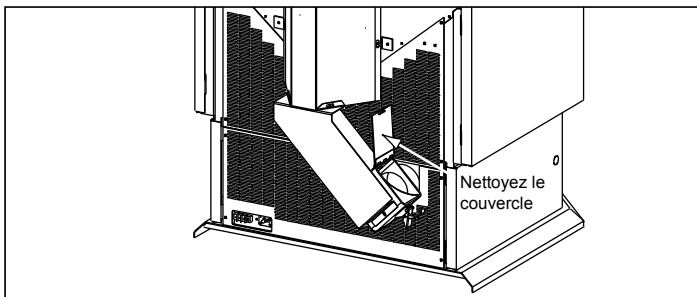

Figure 34.1
- b. Ouvrez le couvercle de nettoyage. **Voir la figure 34.1.**